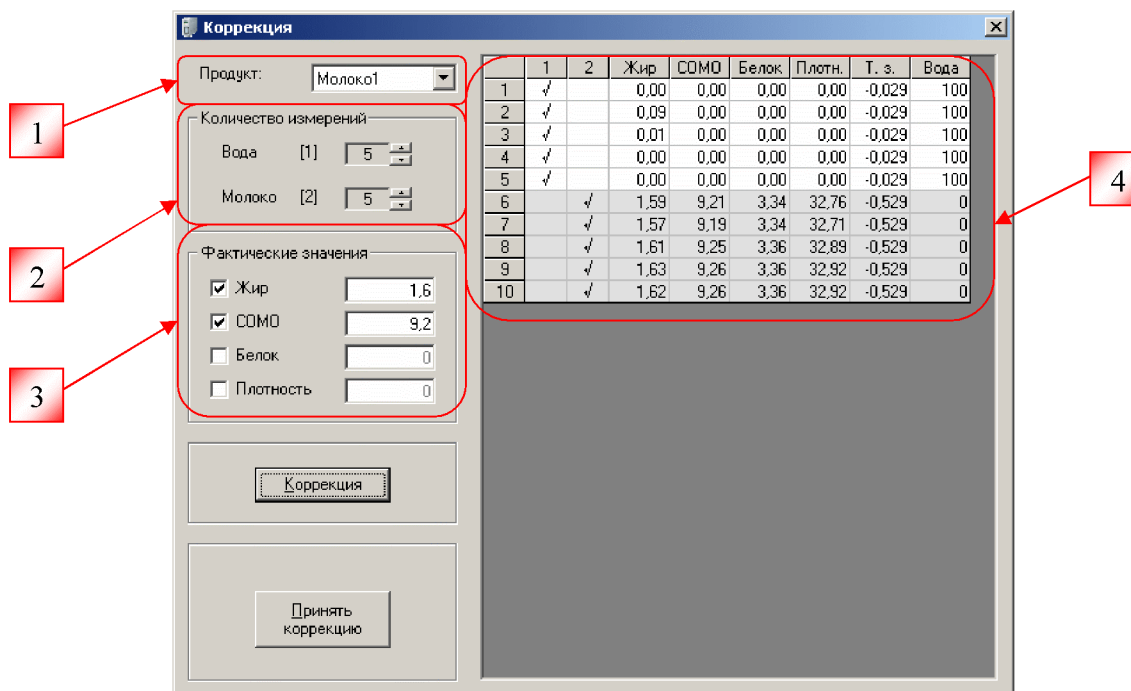

Рисунок 14
- 6 В выпадающем списке (1) (рисунок 14) выберите продукт для которого необходимо провести коррекцию, с помощью стрелок в окне (2) (рисунок 14) задайте количество произведенных измерений соответственно по воде и молоку, также с помощью галочек в таблице (4) (рисунок 14) можно задать измерение произведено на воде или молоке, либо просто исключить его из расчетов, в окне (3) (рисунок 14) задаются фактические значения параметров пробы молока, для которых требуется провести коррекцию.
- 8 На экране в таблицу будут выведены пересчитанные показатели для данной пробы (рисунок 14).